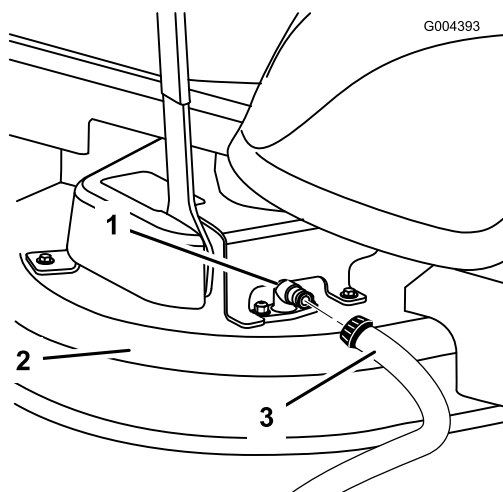

Bild 59
3. Schließen Sie den Schlauch an den Mähwerk-Spülanschluss an und drehen Sie das Wasser mit starkem Druck auf (Bild 59).